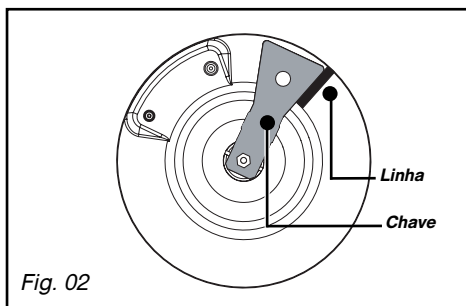

Fig. 02
– **Ligação com tubo flexível** de borracha reforçada **com encaixes mecânicos** aparafusáveis (de acordo com a norma XP D 36-112) cuja duração de vida é de 10 anos (Fig. 02).
- Com um lápis, faça uma linha na placa do forno no local indicado (Fig. 02).